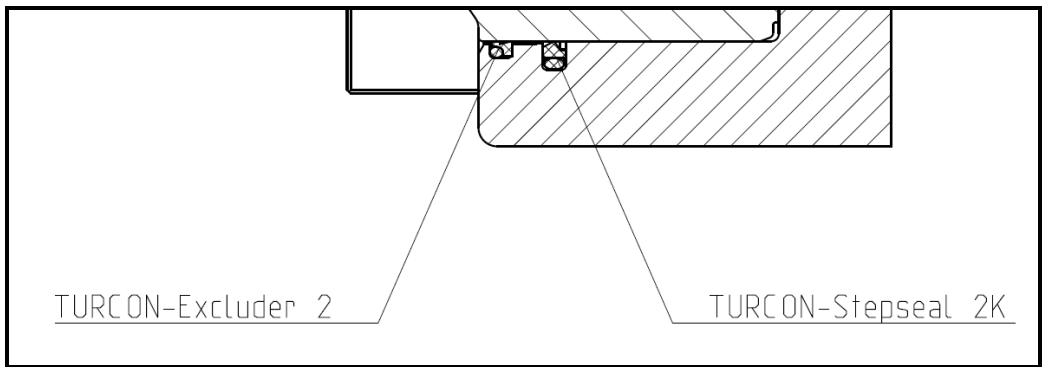

Bild. 11.3
- Entfernen Sie den Turcon-Excluder 2 Pos. 5 und anschließend den Turcon-Stepseal 2K Pos.4 aus dem Bremsgehäuse Pos. 2. Setzen Sie die neue Dichtung in das Bremsgehäuse ein. Achten Sie hier auf die richtige Einbaulage der Dichtung siehe Bild 11.3. Der Einbau sollte nur mit der Hand erfolgen, damit die Dichtkante nicht beschädigt wird. Für den leichteren Einbau kann die Dichtung in eine Nierenform gebogen und in die Nut gelegt werden. Ölen Sie die Dichtung leicht ein. Drücken Sie den Kolben mit einer Presse oder treiben Sie ihn durch Schläge mit einem Kunststoffhammer zentrisch in die Zylinderbohrung bis zum Anschlag ein.